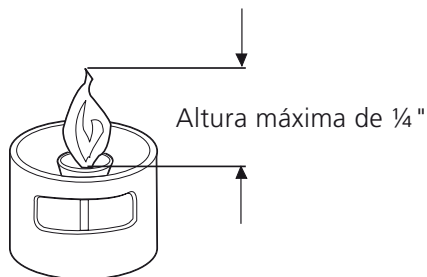

Figura 14
5. Ajuste el piloto a aproximadamente una llama de $\frac{1}{8}$ " – $\frac{1}{4}$ " (vea figura 14) de maner a que una pequeña coloración amarilla aparezca en la parte alta de la llama del piloto.